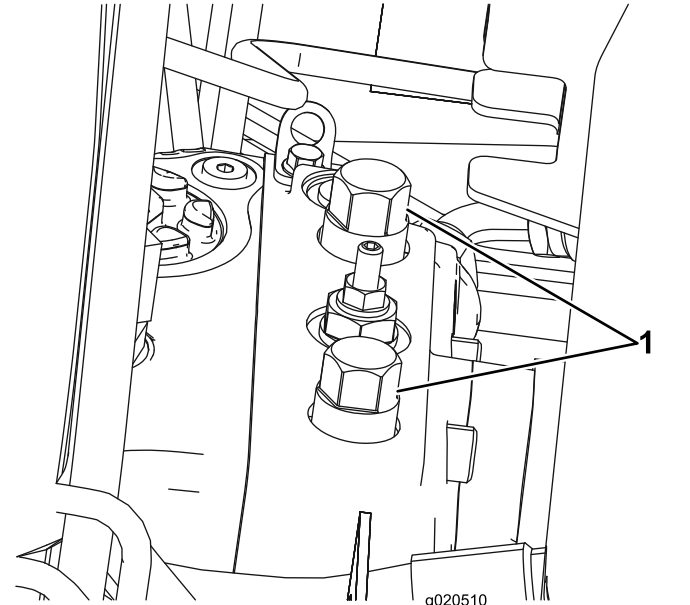

図 68
1. フードを開け、バッテリーボックスの後ろにあるポンプの上面についているバイパスバルブを探し出す 図 68。